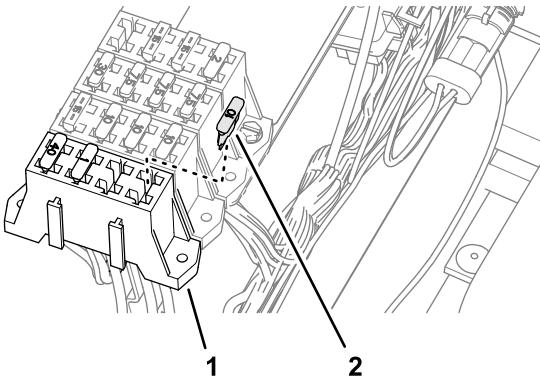

図 100
- ステップ4で使ったオプション電源回路のヒューズブロックソケット(図100)にヒューズ(10 A)を挿入します。